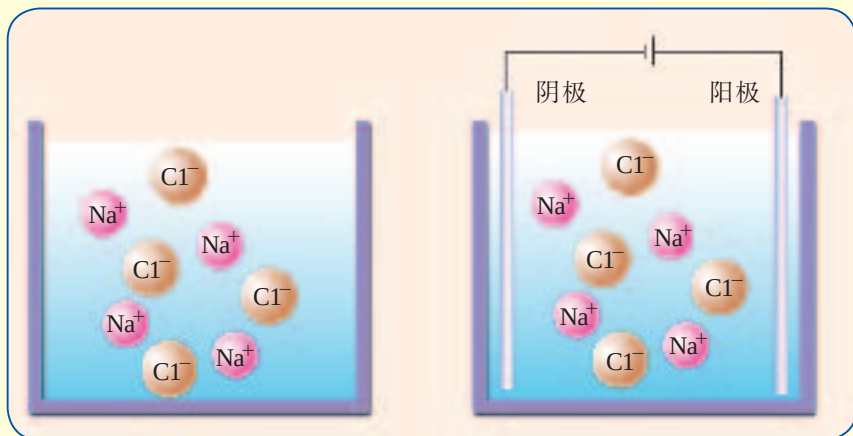

图 1-20 熔融态氯化钠通电前后离子的运动
1. 通电前（图1-20左图）和通电后（图1-20右图），熔融态氯化钠中 Na^+ 和 Cl^- 的运动有何差异？请在图1-20右侧中用箭头示意 Na^+ 和 Cl^- 的运动情况。